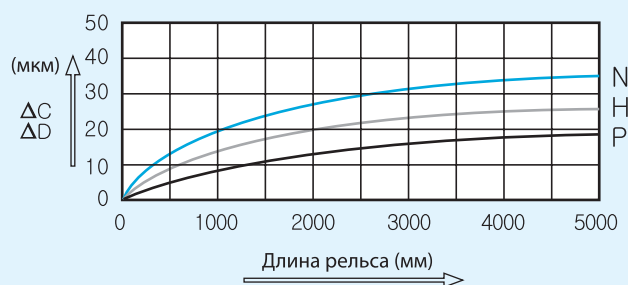

Рис. 20
3. $\Delta C$ , $\Delta D$	(смотрите рисунок 20)